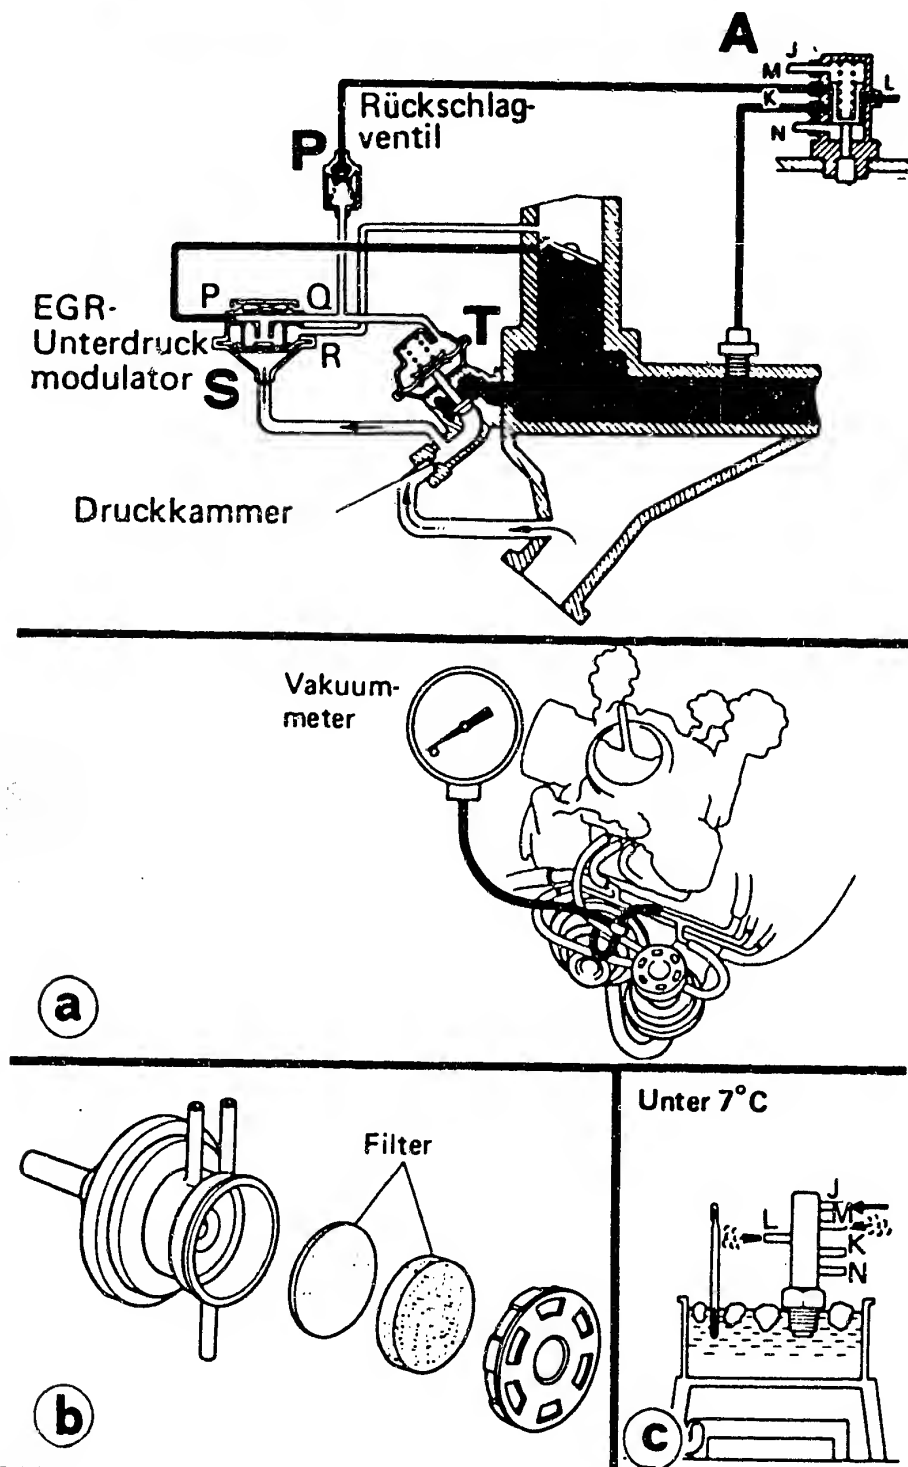

Bild 32
c) Die **Abgasrückführung** erfolgt über ein einfach wirkendes EGR-Ventil (Bild 32). Der auf die Membrane wirkende Unterdruck wird durch ein Thermo-schaltventil und einen Modulator so beeinflusst, dass sich die rückgeführten Abgase beim Öffnen der Drosselklappe erhöhen.